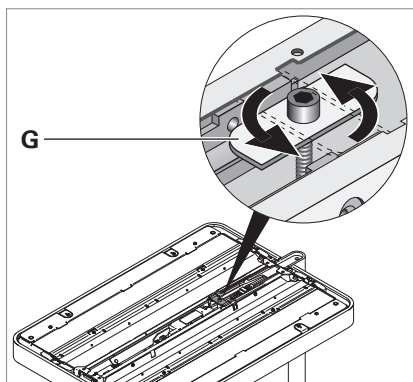

Fig. 4: Einstellplatte drehen.
- Heben Sie den Leuchtenkopf leicht an und drehen Sie die Einstellplatte **G** um 90°, siehe Fig. 4.